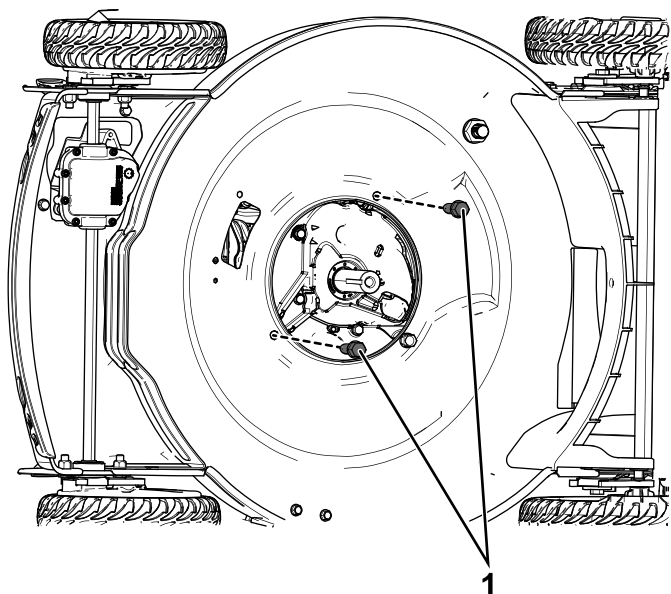

Figure 7
1. Montez les 2 boulons de fixation du moteur (3/8" x 1") et serrez-les à 45 N·m (Figure 7).